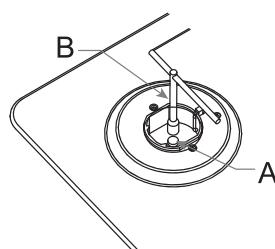

Рисунок 9
2. Снимите детали горелки "B" и подставки для кастрюль (Рис. 9).
3. Снимите форсунки "A" (Рис. 9) торцевым гаечным ключом и замените на соответствующие форсунки.